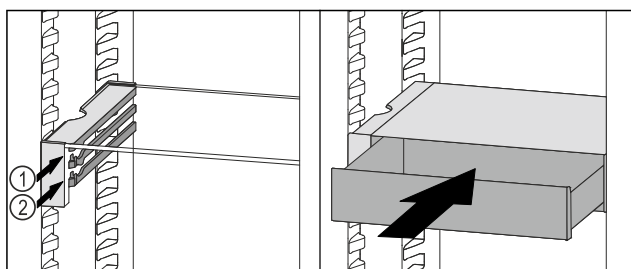

Fig. 116
- Założyć szufladę VarioSafe za stoperami na wybranych żebrach Fig. 116 (1) lub Fig. 116 (2).